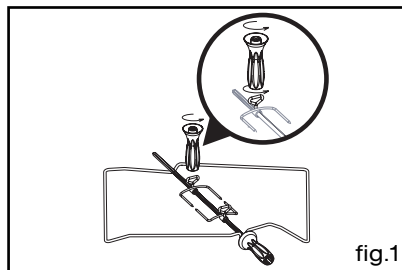

fig.1
• enfiler une des fourchettes sur la broche ; embrochez la pièce à rôtir ; enfiler la deuxième fourchette ; centrez et serrez en vissant les deux fourchettes à l'aide de la poignée (fig.1).
- Ouvrez complètement la porte et la bloquer à l'aide de deux butées rouges (fig.1).